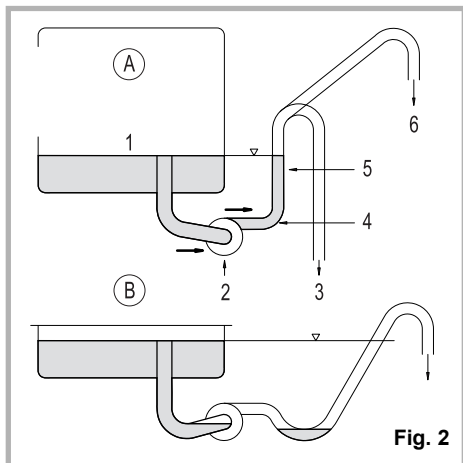

Fig. 2
**ENTLEERUNGSPUMPE (Sonderzubehör) (Abb. 2):**